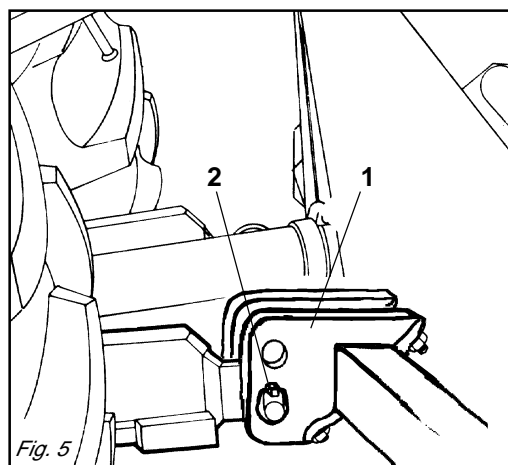

Fig. 5
Tutte le zappatrici sono applicabili a qualsiasi trattore munito di attacco universale a tre punti. Poiché le barre del sollevatore di ciascun trattore hanno una loro lunghezza ed un foro con un ben determinato diametro, è necessario per ogni modello determinare la posizione più favorevole della zappatrice spostando le piastre (1 Fig. 5) nella posizione ottimale e inserendo i perni (2 Fig. 5) nei fori più indicati a seconda della necessità e del giusto diametro.
*This is done by inserting the pins of the correct diameter (2 Fig. 5) into the most*
Der Anbau des Gerätes am Schlepper muß auf ebenem Boden erfolgen. Alle Hackfräsen lassen sich an jedem Schlepper montieren, der mit einer universellen Dreipunkt-Kupplung versehen ist. Da die Lenker jedes Schleppers eine andere Länge und ein Loch mit einem bestimmten Durchmesser haben, ist es für jedes Modell erforderlich, die günstigste Anbauposition der Hackfräse festzulegen, indem man die Bolzen (2 Abb. 5) in die Löcher der Platten steckt, die je nach Bedarf und dem richtigen Durchmesser in Frage kommen.
*Les barres du relevage de chaque tracteur ont une longueur et un trou d'un diamètre donné; pour chaque modèle, il faudra donc déterminer la position plus favorable de la houe à monter, en introduisant les pivots (2 Fig. 5) dans les plus appropriés à vos exigences et du diamètre convenable.*
Considerando que las barras del elevador de cada uno de los tractores tienen una longitud y un orificio con un preciso diámetro, es necesario para cada modelo determinar la posición más favorable de la binadora a aplicar, introduciendo los pernos (2 Fig. 5) en los orificios más adecuados de acuerdo a su diámetro.
- 1 - Accostare le barre del sollevatore ponendole all'interno delle piastre (1 Fig. 5), inserire il perno (2 Fig. 5) nel foro predisposto e bloccare con le copiglie a scatto.
- 1- *Near the lift bars, setting them in the most suitable plates (1 Fig. 5). Insert the pin (2 Fig. 5) into the relative hole and lock in place with the snap-in split pins.*
- 1- Die Lenker des Krafthebers annähern und in die am besten geeigneten Platten schieben (1 Abb. 5). Den Bolzen (2 Abb. 5) in das Loch stecken und mit dem einrastenden Splint blockieren.
- 1- *Approchez les barres du relevage en les plaçant à l'intérieur des plaques les plus appropriées (1 Fig. 5), introduisez l'axe (2 Fig. 5) dans le trou correspondant et bloquez par les goupilles à encastrement.*
- 1- Acercar las barras del elevador poniéndolas dentro de las placas más indicadas (1 Fig. 5), introducir el perno (2 Fig. 5) en el orificio y bloquear con los pasadores de resorte.